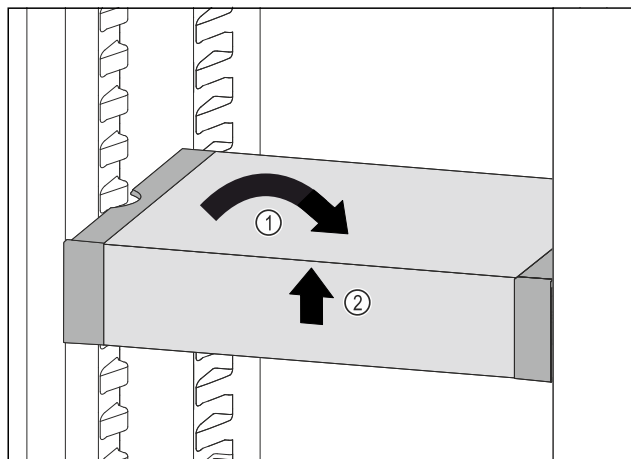

Fig. 113
- VarioSafe postavte rovně. Fig. 113 (1)
► VarioSafe vpředu zvedněte. Fig. 113 (2)